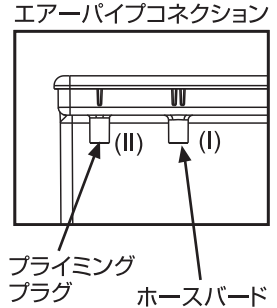

図5
エアパイプコネクションはプリズムの始動・運転の時に使用する部分です。図5は、コレクションカップ正面の拡大図になっています。プライミングプラグには蓋がしてありますので、空気の入力ができないようになっています。プリズムの始動の際に利用します。ホースバードは、コレクションカップとつながっており、プリズムの通常運転時にホースを接続しエアを吸引する接続口です。
2. コレクションカップを本体の上に設置し、上方のアップチューブの端をコレクションカップのプライミングプラグ (I) に付けて下さい。（図5を参照）。